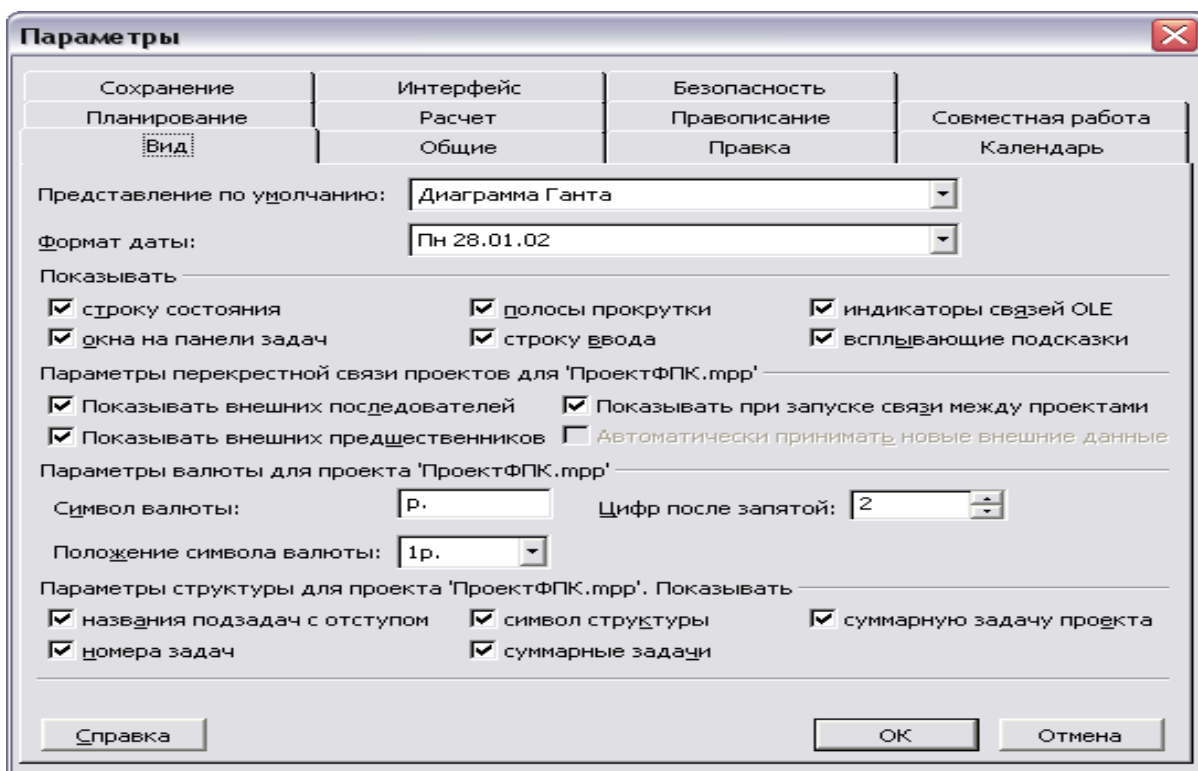

Рис.8. Вкладка *Вид* диалогового окна **Параметры**.
3. Перейти на вкладку **Вид** (Сервис - Параметры – Вид). Здесь устанавливаются параметры для управления основными элементами окна. Project (рис. 8) Обязательно установите флажок у опции *Номера задач* (программа будет сама проставлять номера и считать задачи), а